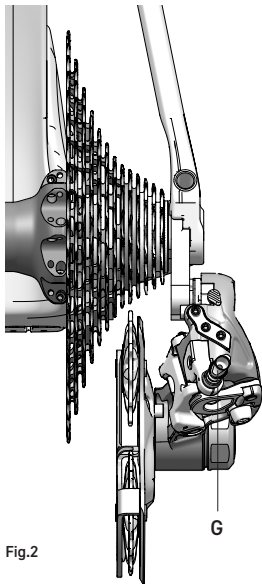

Fig.2
- si la ruedecilla superior está a la derecha del piñón y/o el cambio no sube con facilidad al piñón más grande, gire la regulación (G - Fig.2) en sentido antihorario (aflojar) para desplazar el cambio hacia el interior.